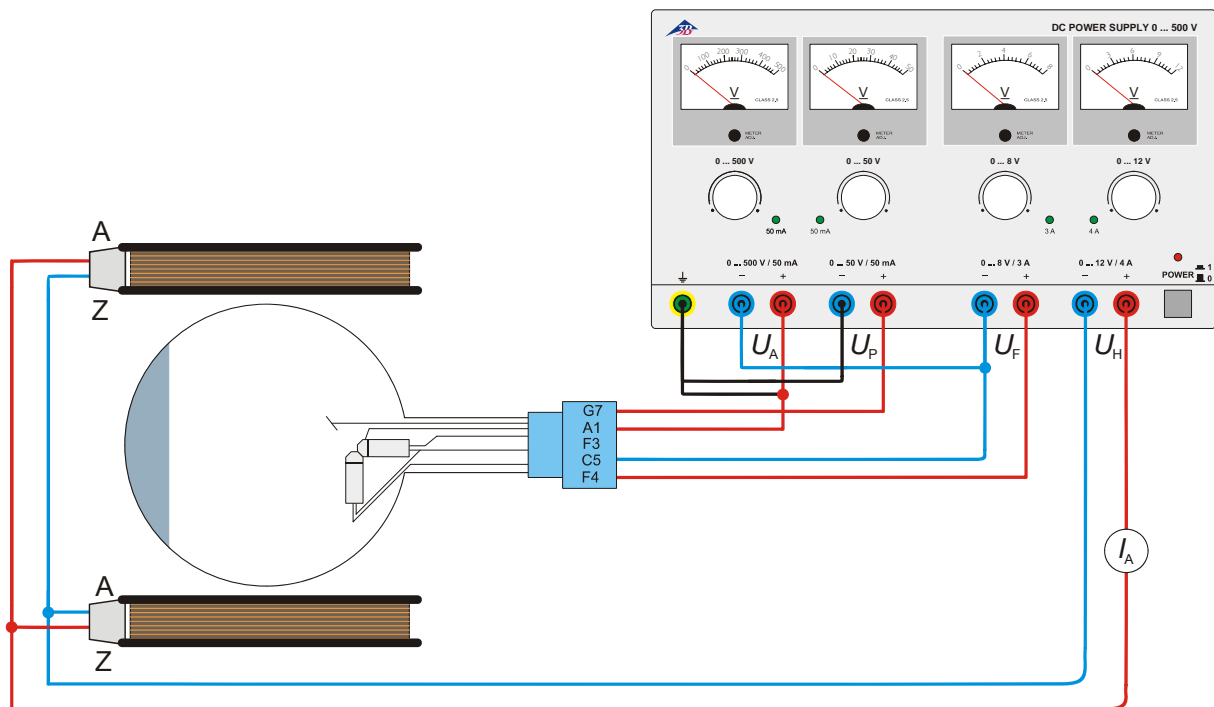

Fig. 4 Bestimmung von  $e/m$  mittels der senkrechten Elektronenkanone
- Beschaltung der Röhre gemäß Fig. 4 vornehmen.